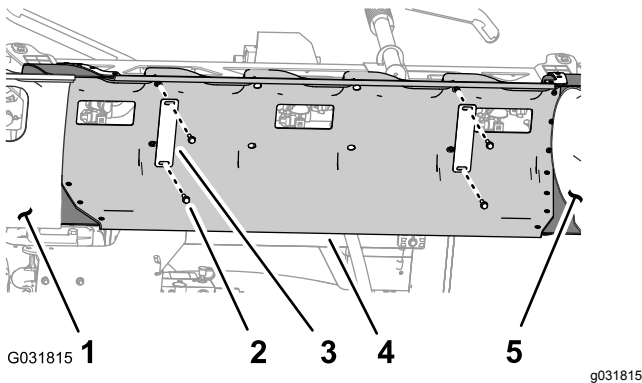

Bild 27
1. Stützen Sie die mittlere Abschnittsabdeckung (11. Düse) ab und entfernen die vier Bundkopfschrauben (5/16" x 1-1/4") und zwei Abdeckungsriemen, mit denen die Abdeckung an der Stützhalterung der Abdeckung befestigt ist (Bild 27).